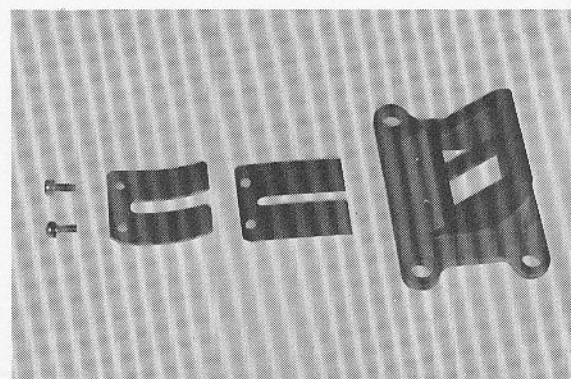

Fig. 4-3-6
- b. During reassembly, clean reed block, reed, and stopper plate thoroughly. Apply a holding agent, such as "Lock-Tite", to threads of Phillips screws. Tighten each screw gradually to avoid warping. (Fig. 4-3-6)
- b. Durant le remontage, nettoyer le bloc, la lame et la plaque d'arrêt complètement. Appliquer un produit de fixation, tel que "Lock-tite", aux filets de vis Phillips. Serrer chaque vis progressivement pour éviter de les déformer. (Fig. 4-3-6)